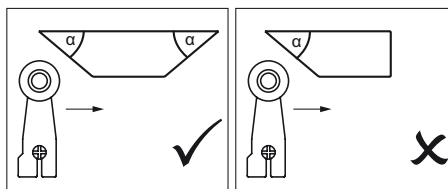

Рис. 1. Форма кулачка
- ▶ Чтобы предотвратить вибрацию исполнительного элемента, кулачок должен постепенно двигаться по инерции (см. Рис. 1).